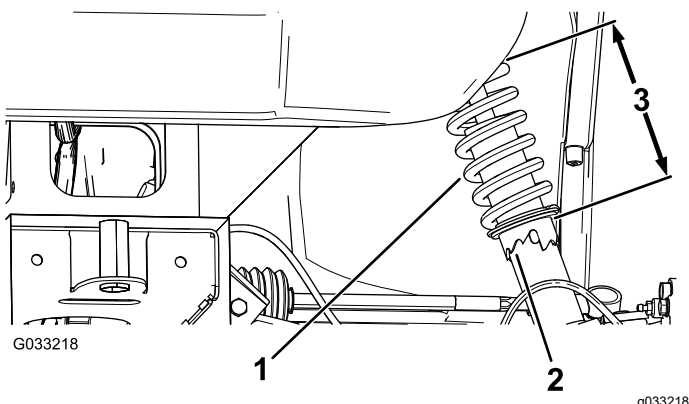

Figure 56
- Si le carrossage des roues n'est pas correct, utilisez la clé à ergots pour tourner le collet sur l'amortisseur et orienter la roue correctement (Figure 56).